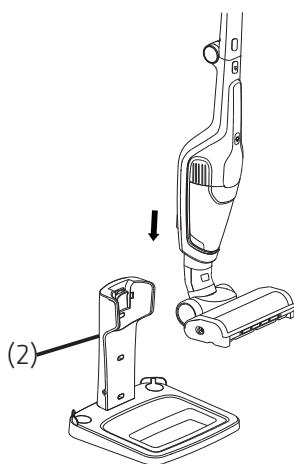
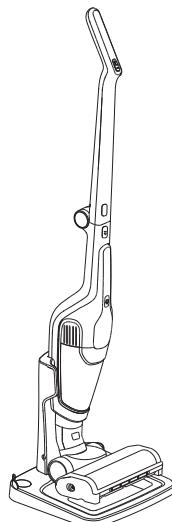

Fig. 5-2a
Fig. 5-2b
3. Lyft apparaten och sätt den på laddaren, se till att uttaget på huvuddelen (1) täcker laddningsstället (2) (fig. 5-2a), Nu tänds den elektriska volymindikatorn och apparaten går in i laddningstillstånd, alla laddningsindikatorer tänds i ungefär en minut och släcks sedan när laddningen är klar. (se fig. 5-2b)